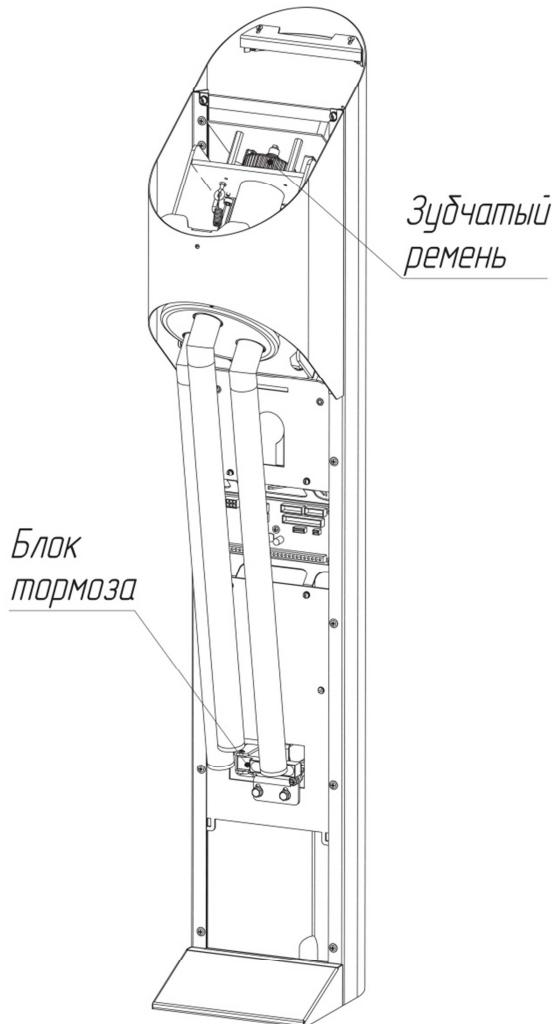

Рис. 11
- 4.4. Проверьте состояние зубчатого ремня и его натяжение (рис. 11).
- 4.5. Проверьте общее состояние резиновой пластины блока тормоза (рис. 11).